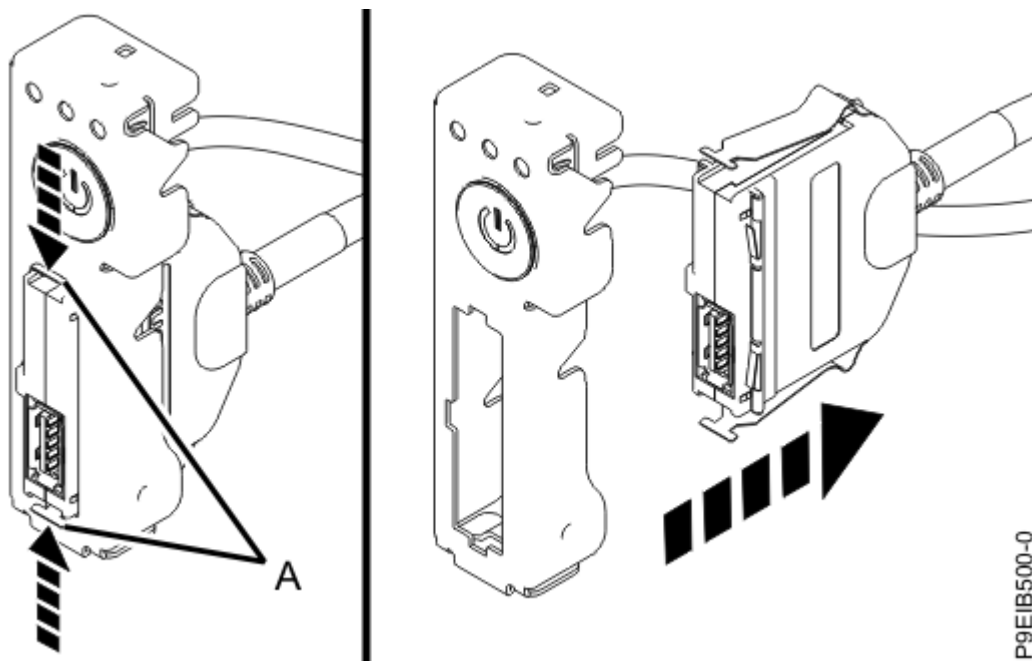

図 40. 電源スイッチからの USB ケーブルおよびコネクタの取り外し
10. コネクタのラッチ・リリース **(A)** を押して、電源スイッチから USB ケーブルおよびコネクタを切り離します (58 ページの図 40 を参照)。